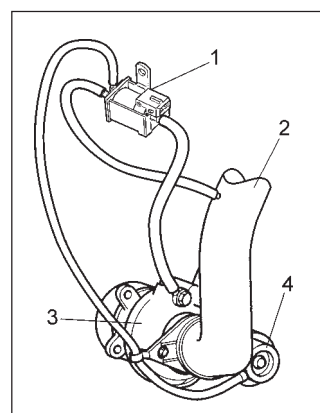

Abb. 1
A. Ladedruckregelung mit EUV, Abb. 1
| 00519 Geber für Saugrohrdruck-G71 unplausibles Signal | <ul style="list-style-type: none"> EUV defekt, undicht oder klebt Schlauchanschlüsse vertauscht, nicht aufgesteckt | "C" und Abb.1 |